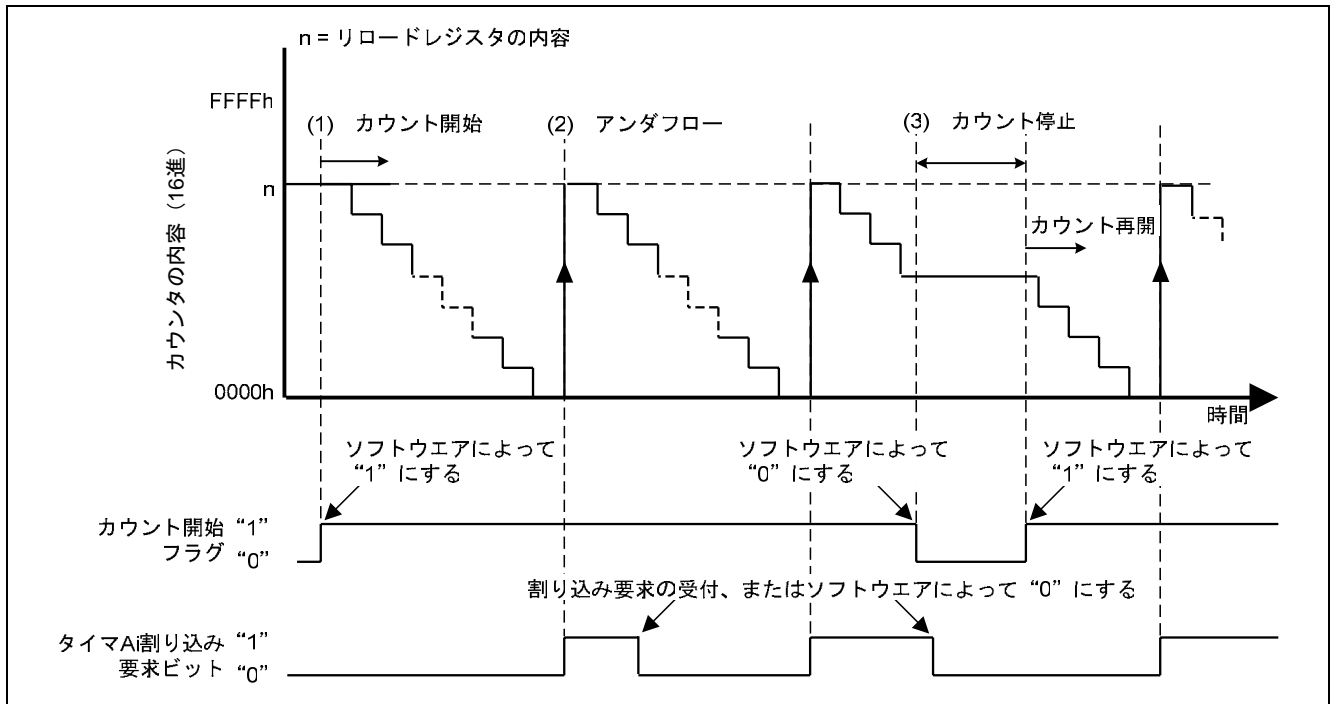

図 1. タイマモード動作タイミング
- (1) カウント開始フラグを “1” にすると、カウンタはカウントソースをダウンカウントします。
- (2) アンダーフローすると、リロードレジスタの内容がリロードされカウントを続けます。同時に、タイマ Ai 割り込み要求ビットが “1” になります。
- (3) カウント開始フラグを “0” にすると、カウンタはカウント値を保持して停止します。
- 図 1 に動作タイミングを示します。